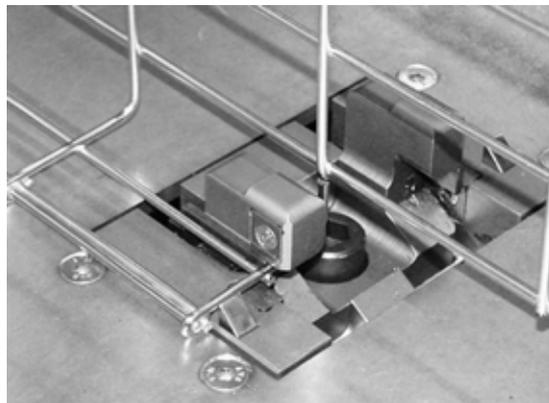

*Figura 4.32 – Taglio singolo laterale interno del primo tratto curvo di filo laterale*
6. tagliare, con taglio singolo laterale interno, il primo tratto curvo di filo laterale (figura 4.32);